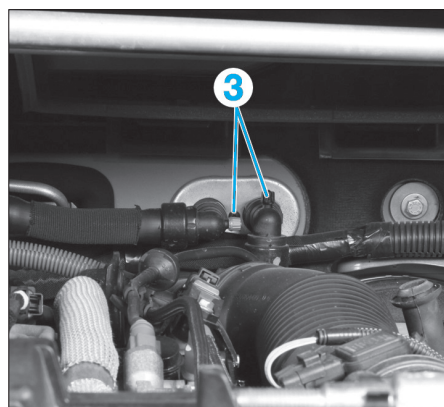

Fig. 18
- Ouvrir les vis de purge (3) sur les durits de l'aérotherme (Fig.18).